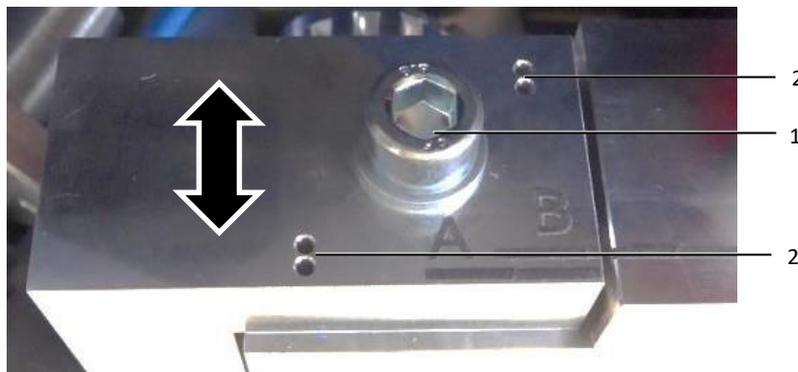

Imagen 14: Ajuste de la cuña de apertura (ajustada en B)
- Afloje el tornillo de ajuste (imagen 14, pos. 1) hasta que sea posible levantar ligeramente la placa de ajuste por encima de los pasadores de centrado.
- Sitúe la placa de ajuste en la posición deseada. A la vez deben poder insertarse dos pasadores en los orificios correspondientes (imagen 14, pos. 2).
- Vuelva a apretar el tornillo de ajuste (imagen 14, pos. 1).